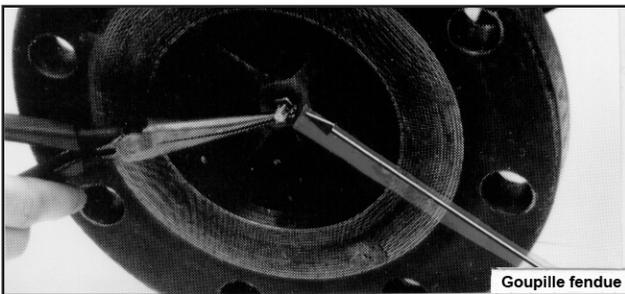

Figure 7
7. Enlever la goupille fendue et l'écrou à encoches de l'extrémité aval du débitmètre, figures 7 et 8.